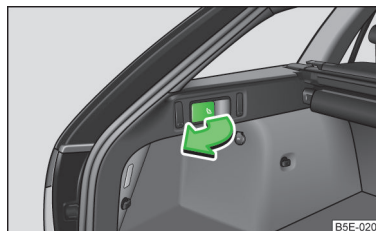

Fig. 56 Portbagajul: Rabaterea în față a spătarelor banchetei din spate (Octavia Combi)
► Trageți maneta în sensul săgeții » **fig. 56**.